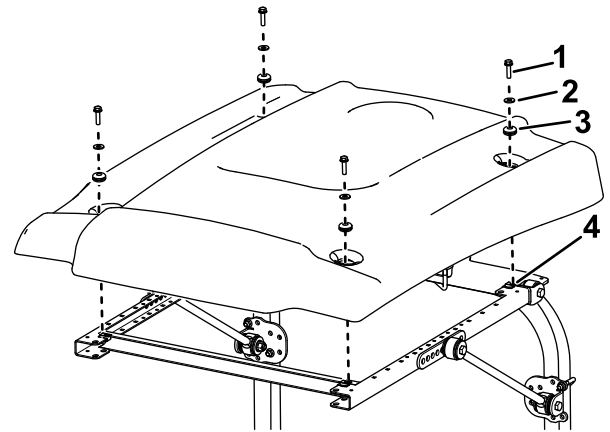

Figura 14
16. Durante l'allineamento dei fori di montaggio, posizionate il parasole sul telaio come mostrato in Figura 14.
17. Montate, senza serrarlo, ciascun angolo del parasole sul telaio con un bullone a testa flangiata (5/16" x 1") con una rondella piccola e un gommino (Figura 14).